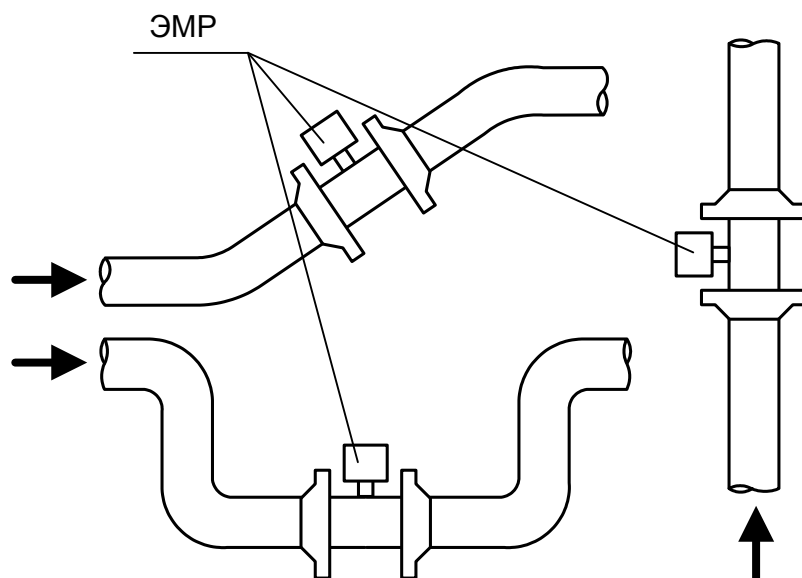

Рис.1 - Рекомендуемые места установки расходомера
- в месте установки в трубопроводе не должен скапливаться воздух, т.е. расходомер не должен располагаться в самой высокой точке трубопровода, а также в трубопроводе с открытым концом; наиболее подходящее место для монтажа (при наличии) – нижний либо восходящий участок трубопровода (рис. 1);